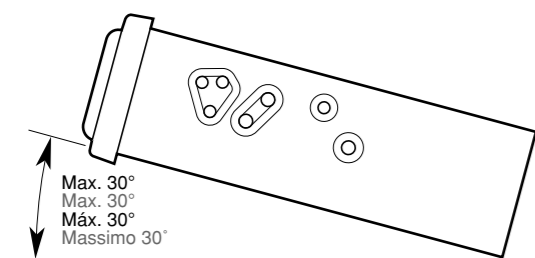

Figure 2 / Figure 2 / Figura 2 / Figura 2
5. Install the unit within 30° of the horizontal plane. (Figure 2)
5. Installez l'appareil dans un rayon de 30° maximum par rapport à l'horizontale. (Figure 2)